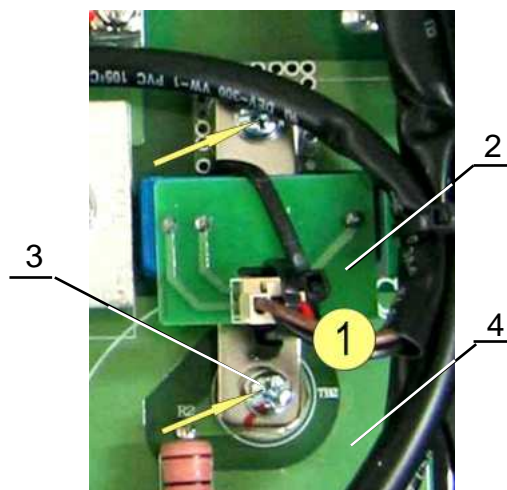

Рис. 6.14.
6.10.3. Выкрутить два винта 3 крепления платы датчика тока 2 к емкостной плате 4 (рис. 6.14). Положить винты и плату датчиков тока в тару.